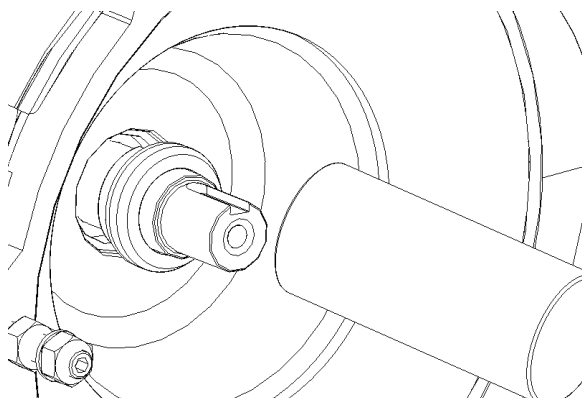

Abbildung 21: Einbausituation mit Montagehülse, Gegenring
- Mit der Montagehülse wie in Abbildung 21 gezeigt wird der Gegenring mit dem O-Ring bis zum Ansatz zurückgeschoben (Achtung! Bei der HJ 977 muss die Ausnehmung am Gegenring mit dem Spannstift, der im Gehäuse befestigt ist, fluchten).